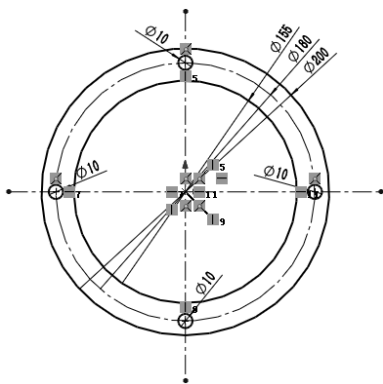

图 3-30 绘制圆并标注尺寸
② 新建草图。在“FeatureManager 设计树”中选择“上视基准面”作为草图绘制基准面, 单击“草图”控制面板中的“草图绘制”按钮, 新建一张草图。
③ 选择视图。单击“前导视图”工具栏中的“正视于”按钮, 正视于上视图。
④ 绘制中心线。单击“草图”控制面板中的“中心线”按钮, 过原点绘制两条相互垂直的中心线。
⑤ 绘制圆。单击“草图”控制面板中的“圆”按钮, 绘制一个以原点为圆心、直径为 180mm 的圆, 作为构造线。
⑥ 绘制圆并标注尺寸。单击“草图”控制面板中的“圆”按钮, 绘制法兰草图并标注尺寸, 如图 3-30 所示。